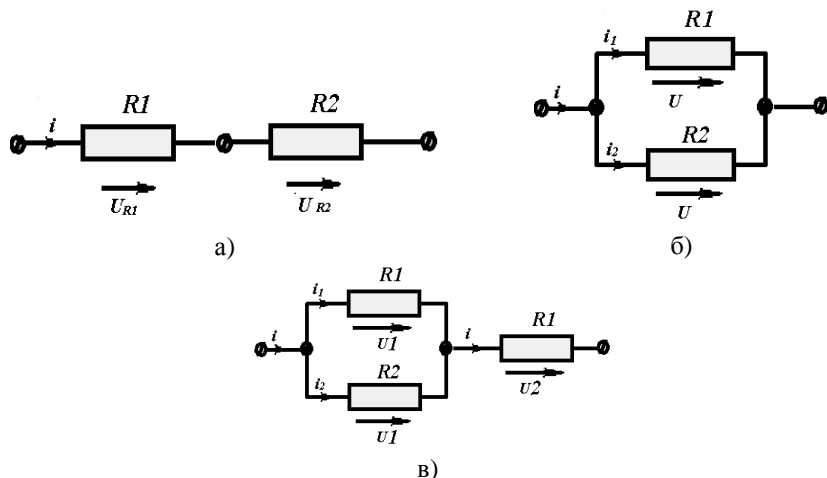

Рис. 3.2 Исследуемые электрические цепи
Для проведения лабораторной работы группе студентов необходимо собрать три схемы в соответствии с лабораторным заданием. Исследуемые схемы представлены на рис. 3.2:
- 1) С помощью дополнительных перемычек собрать последовательное соединение двух сопротивлений (рис.3.2 а), как показано рис.4.3а;
- 17) Собрать схему параллельно-последовательного соединения (рис. 3.2в) с помощью дополнительных перемычек. Параллельное соединение резисторов подключить к сигнальной шине, одиночный резистор заземлить (рис.4.3а);